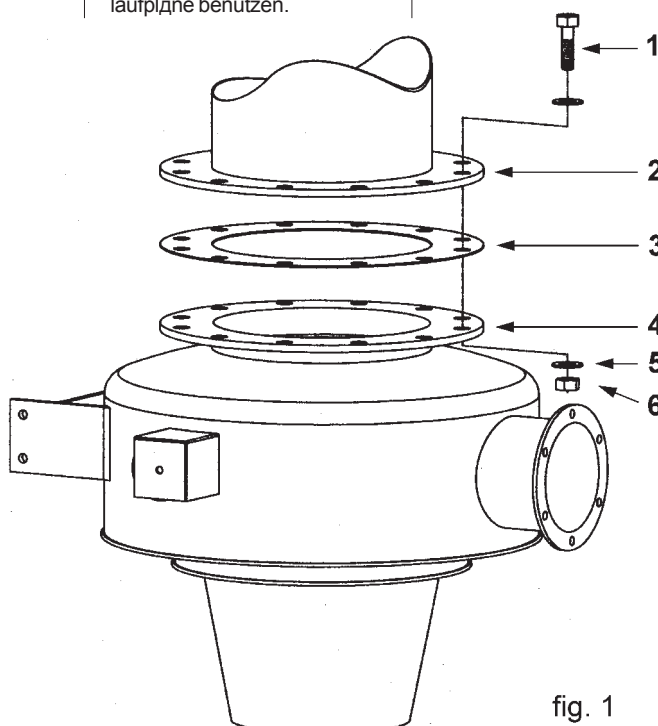

fig. 1
- Lift the loader to the required height and position the gasket (Item 33, Fig. 1) on the flange (Item 4).
- Die Verladegarnitur bis zur gewünschten Höhe heben und die Dichtung (Pos. 3, Abb. 1) auf Flansch (Pos. 4) anordnen.
- Поднимите погрузочное устройство на необходимую высоту и поместите прокладку (поз.3, рис.1) на фланец (поз.4).
- Sollevate lo scaricatore fino all'altezza voluta e posizionate la guarnizione (pos. 3, fig. 1) sulla flangia (pos. 4).
- Inserire le viti attraverso la flangia superiore (pos. 2).
- Dopo aver applicato una rondella elastica di sicurezza (pos. 5) avvitate i dadi (pos. 6) sull'estremità inferiore delle viti (pos. 1).